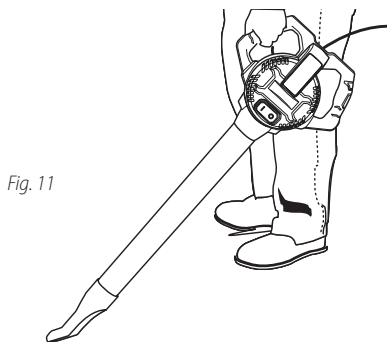

Fig. 11
26. La posición operativa correcta consiste en sostener a una cierta distancia el soplador 3 portátil a su lado con una mano. Su soplador 3 portátil ha sido diseñado con el ángulo necesario para dirigir el chorro de aire hacia el suelo delante suyo. **Fig. 11.**